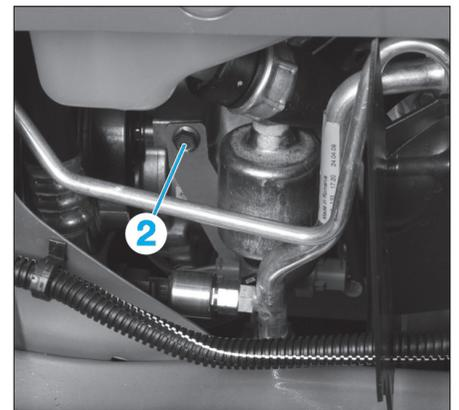

Fig. 7
- Déposer la vis (2) du support de tuyau (Fig.7).